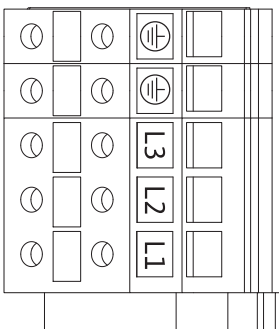

Fig. 28: bornes de potencia (bornes de alimentación eléctrica)
- Bornes de potencia (bornes de alimentación eléctrica) (fig. 28)